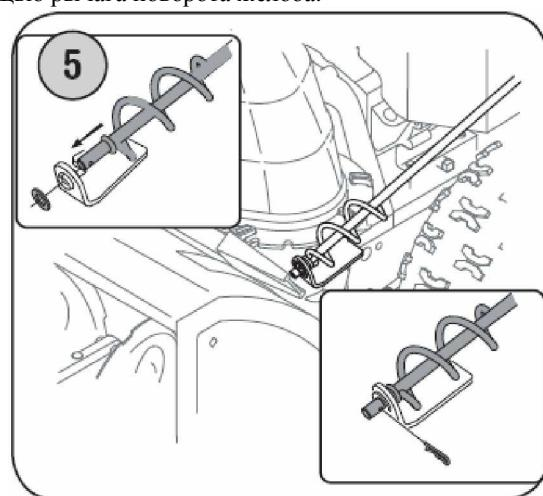

Рис. 5.
6. Извлеките плоскую шайбу и шплинт из отверстия, расположенного на конце рычага поворота желоба. См. Рис. 5.